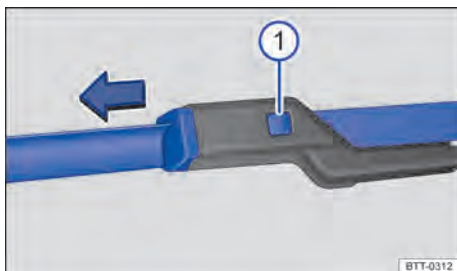

Fig. 176 Substituir as palhetas dos limpadores do para-brisa.
- Manter a tecla de destravamento → Fig. 176 ① pressionada e, ao mesmo tempo, retirar a palheta do limpador do para-brisa no sentido da seta.